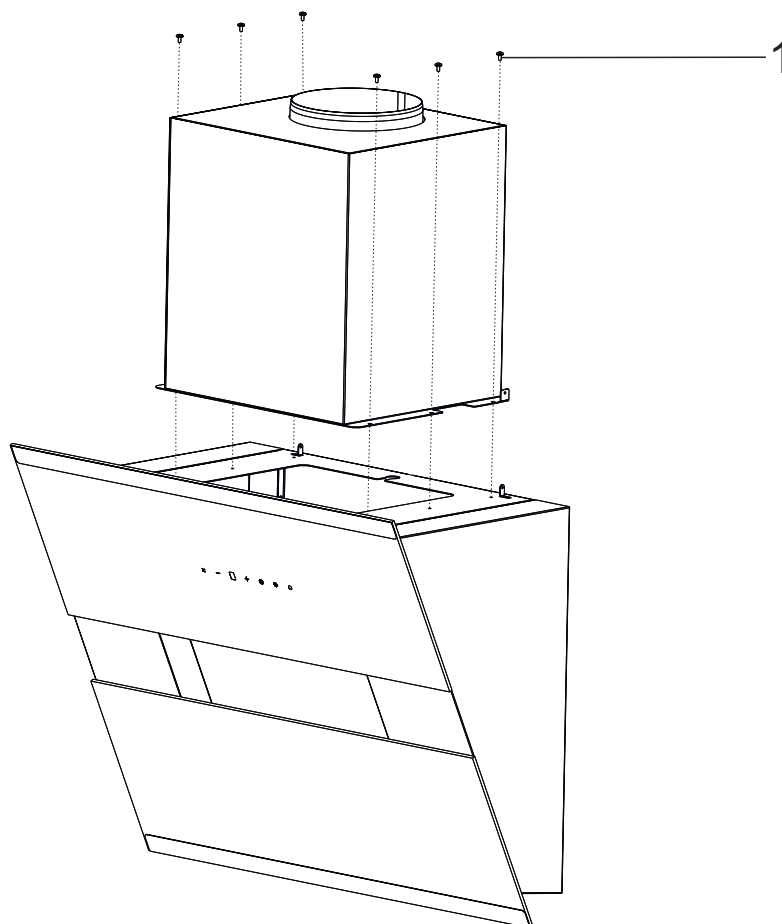

Fig. 10
1. ➔ Ta bort motorkabinettet från fläkten genom att lossa 6 x 3,5x6,5 skruvar (Fig. 10).